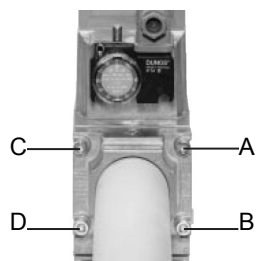
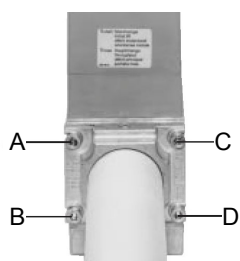

Рис. 6
Рис. 7
1. Расслабить винты A и B, но **не снимать** их (Рис. 6 и Рис. 7)
2. Отвинтить винты C и D (Рис. 6 и Рис. 7)